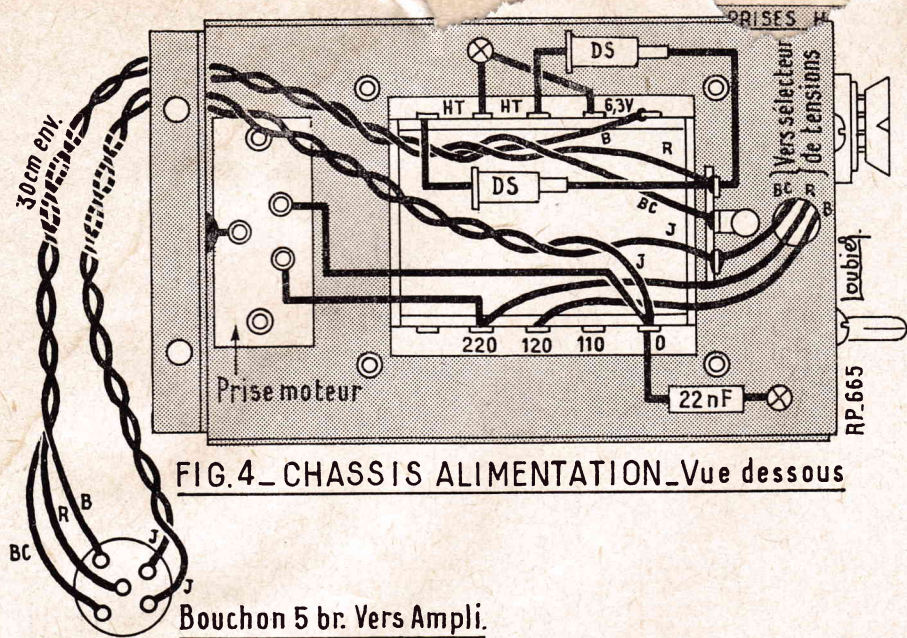

FIG. 4 - CHASSIS ALIMENTATION - Vue dessous
**L'alimentation.** — Elle se monte sur un petit châssis métallique indépendant, selon les plans des fig. 4 et 5. On monte tout d'abord la prise « moteur » à 3 broches, la prise « Secteur » et le distributeur de tension. On soude le relais à 2 cosses isolées sur la face interne du châssis. En dernier on monte le transformateur. Auparavant il faut souder les fils aboutissant à la prise « Secteur » et au distributeur de tension, car lorsque le transfo est en place ces éléments ne sont plus très accessibles. On effectue le câblage : on raccorde les fils venant de la prise « Secteur » et du distributeur de tension. On soude au châssis une extrémité de l'enroulement « CH. L » et le point milieu de l'enroulement HT.